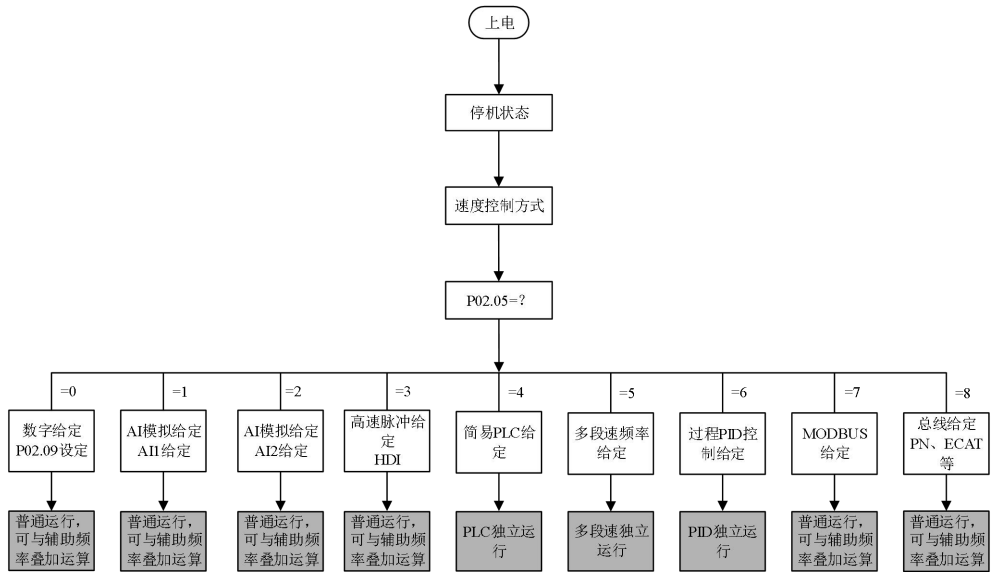

图 5-8 速度控制模式下运行方式选择
- (1) 速度控制模式下频率给定通道
- MV810 变频器在速度控制模式下运行方式分为五种，依次为：点动运行、过程闭环运行、PLC 运行、多段速度运行和普通运行，运行根据 P02.05 通道选择，优先级如图 5-8 所示。